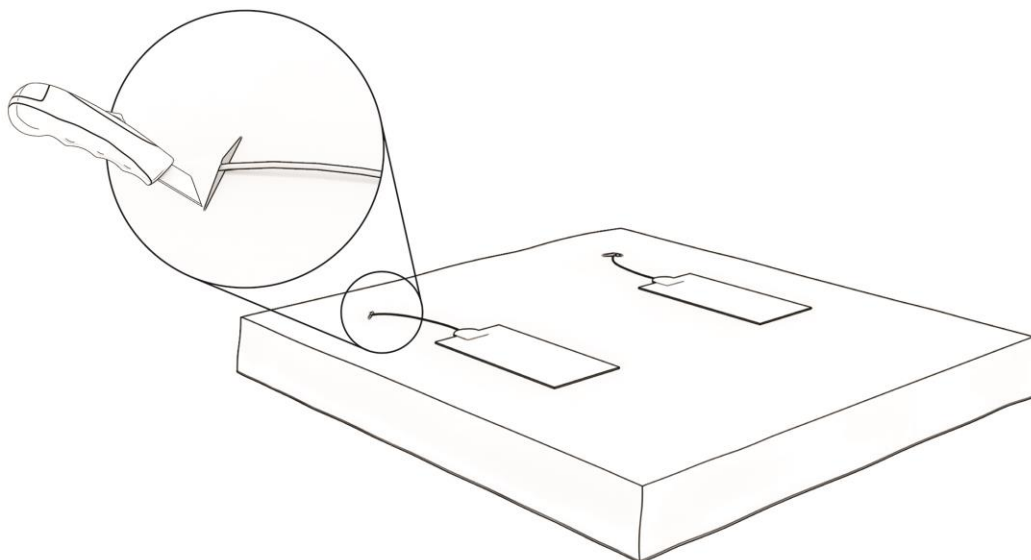

Abbildung 10: Positionierung der Heizelemente und Schlitzte für die Kabel.
**Schritt 11.** Positionieren Sie die Heizelemente auf dem unteren Teil des Bezuges, wie in Abbildung 10 dargestellt. Es gibt zwei Varianten eines unteren Bezuges. Eine hat vorgestanzte Löcher im Boden des Bezuges, durch die die Kabel der Heizelemente geführt werden können. Bei der anderen Variante muss man mit einem Stanley-Messer selbst Schlitz in den Boden des Bezuges, an den in Abbildung 10 gezeigten Stellen, anbringen und die Heizelementkabel durch diese Schlitz im Bezug und durch die Löcher in den Bodenplatten führen.